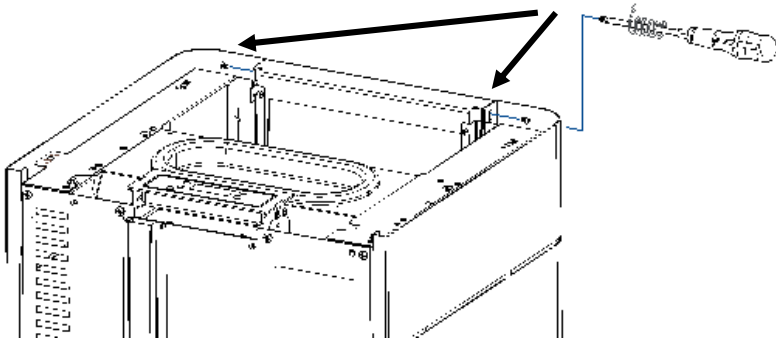

Figura 44 - Fijación de las envolventes laterales
d) Atornille los laterales al frontal como se muestra en la Figura 44 (utilice 2 tornillos A).